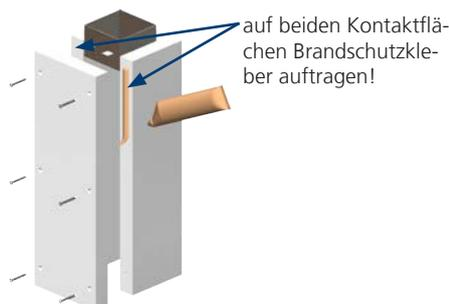

Abb. 24: Deckel eindichten
- ☞ Die werkseitig vorgefertigten Schachtelemente für Schachtanschlüsse und Kontrollrohre sind serienmäßig einseitig offen. Der Deckel ist vor dem Verschrauben mit Brandschutzkleber einzudichten (Abb. 24)